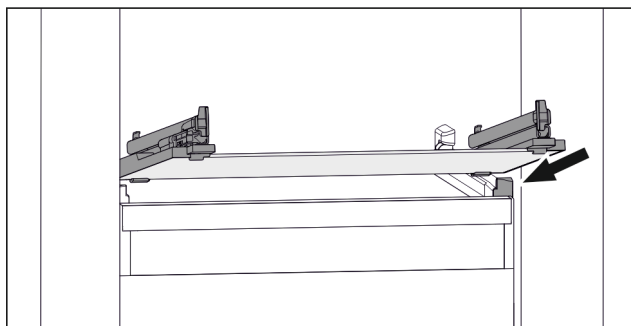

Fig. 73 Vejledende visning af glaspladen
- Sæt glaspladen skråt bag stoppene. (se Fig. 73)